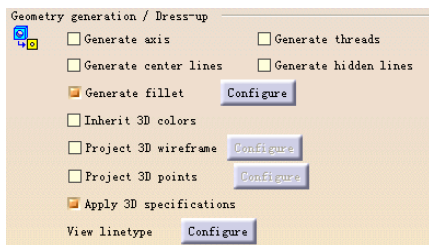

图 6-46
(1) Geometry generation / Dress-up (图形生成/装饰) 选项组 (如图 6-46 所示)